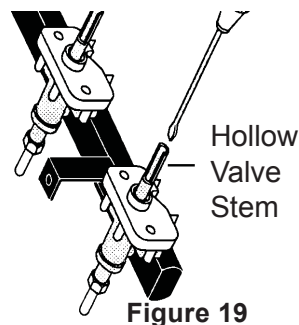

Figure 19
- Introduzca un destornillador delgado en la varilla hueca de la válvula y ajústelo sobre el tornillo que se encuentra adentro. El tamaño de la llama se puede aumentar o reducir girando el tornillo. Gire el tornillo a la izquierda para aumentar el tamaño de la llama. Gire el tornillo a la derecha para reducir el tamaño de la llama (vea la fig. 19). Ajuste la llama hasta que pueda girar la perilla rápidamente desde la posición **LITE** (encender) hasta el ajuste mínimo sin que se apague la llama. La llama debe ser lo mas pequeña posible sin que se apague.